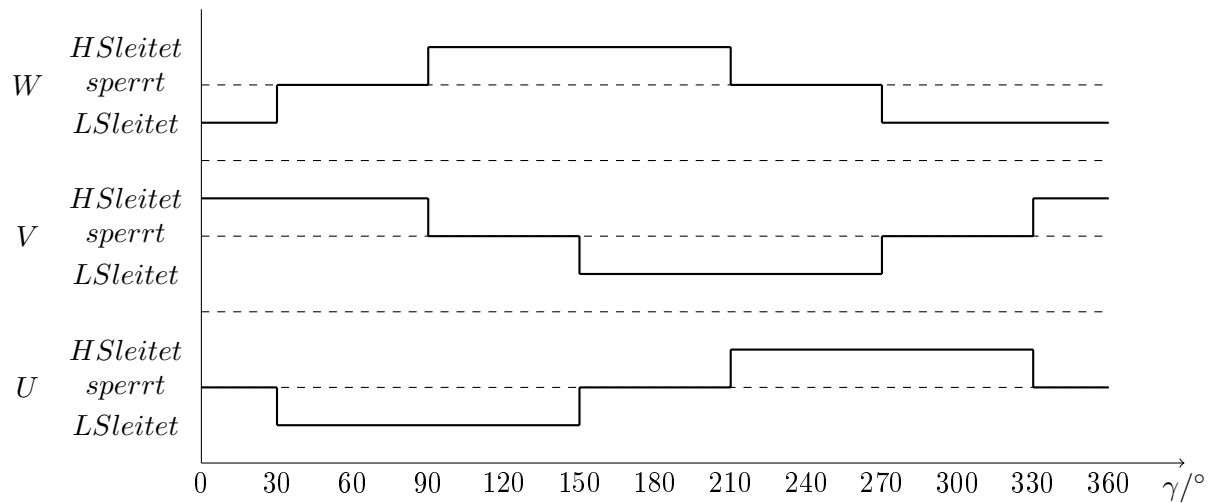

Abbildung 2.3: Ansteuersignale der 6 Transistoren - Rechtslauf
b) In dem folgenden Diagramm (siehe Abb.2.3) werden die Ansteuersignale der sechs Transistoren für den Rechtslauf dargestellt. Der Einfachheit halber werden für W, V und U je Highside leitend als 1, Lowside leitend als -1 und gesperrt als 0 bezeichnet. Somit gleichen die Ansteuersignale dem idealisierten Stromverlauf aus dem Skript elektrische Antriebe S.102, Abb. 8.3.